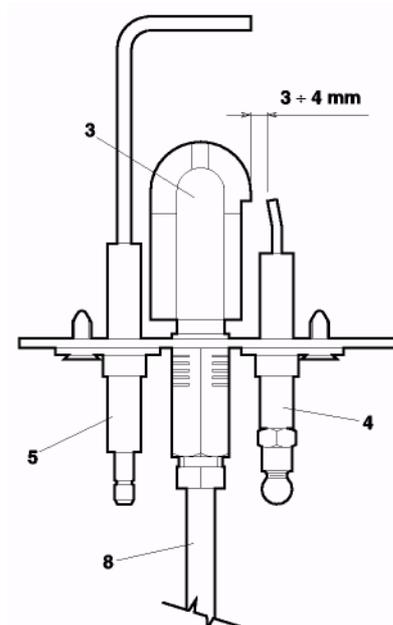

рис. 10
- На электродах не должно быть нагара и они должны быть правильно установлены (смотри рис. 10).
Убедитесь, что электроды установлены правильно и на них не образовался нагар (смотри рис. 10).